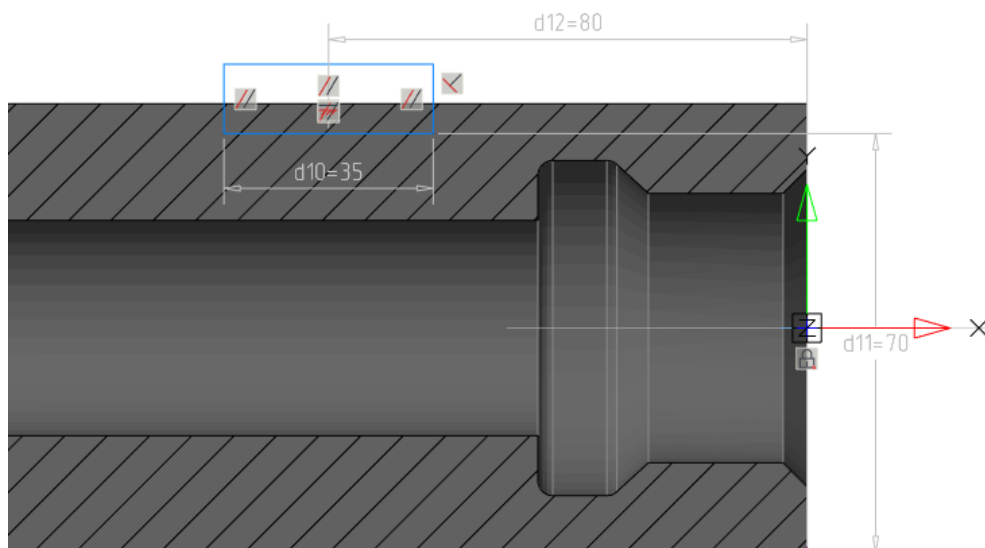

Рис. 21. Эскиз лыски
7.1. При создании лыски на ступени $\varnothing 75$ в качестве опорной для эскиза используйте плоскость YZ. Постройте прямоугольник и примените *Автоналожение зависимостей* (рис. 21). Прежде чем устанавливать размерные зависимости, спроецируйте торцевое ребро.